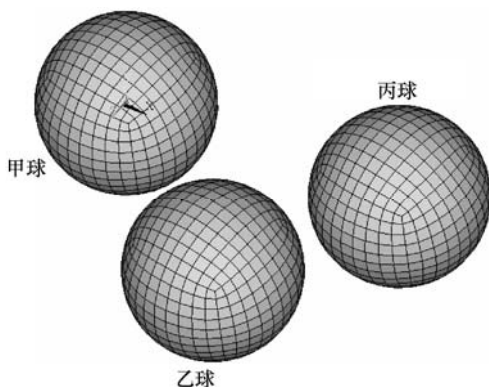

图 4-76 三个球壳
(8) 依次选择 Utility Menu>PlotCtrls>Style>Colors>Reverse Video, 将图形窗口的背景变为白色, 以便后续操作中更清楚地观看视图(见图 4-76)。